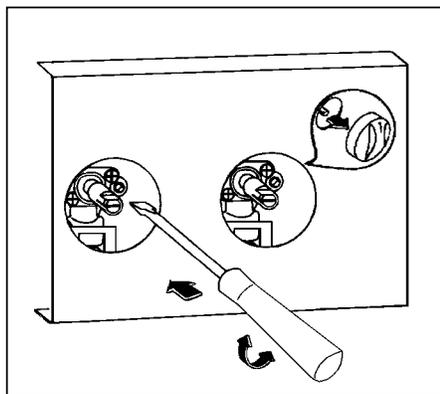

fig. 24
4. Dévissez ou vissez la vis pointeau (qui se trouve à droite de l'axe robinet fig. 24) jusqu'à l'obtention d'une flamme très courte mais stable pour le gaz naturel. Pour le gaz butane - propane, vissez totalement la vis dans le sens des aiguilles d'une montre sans forcer.